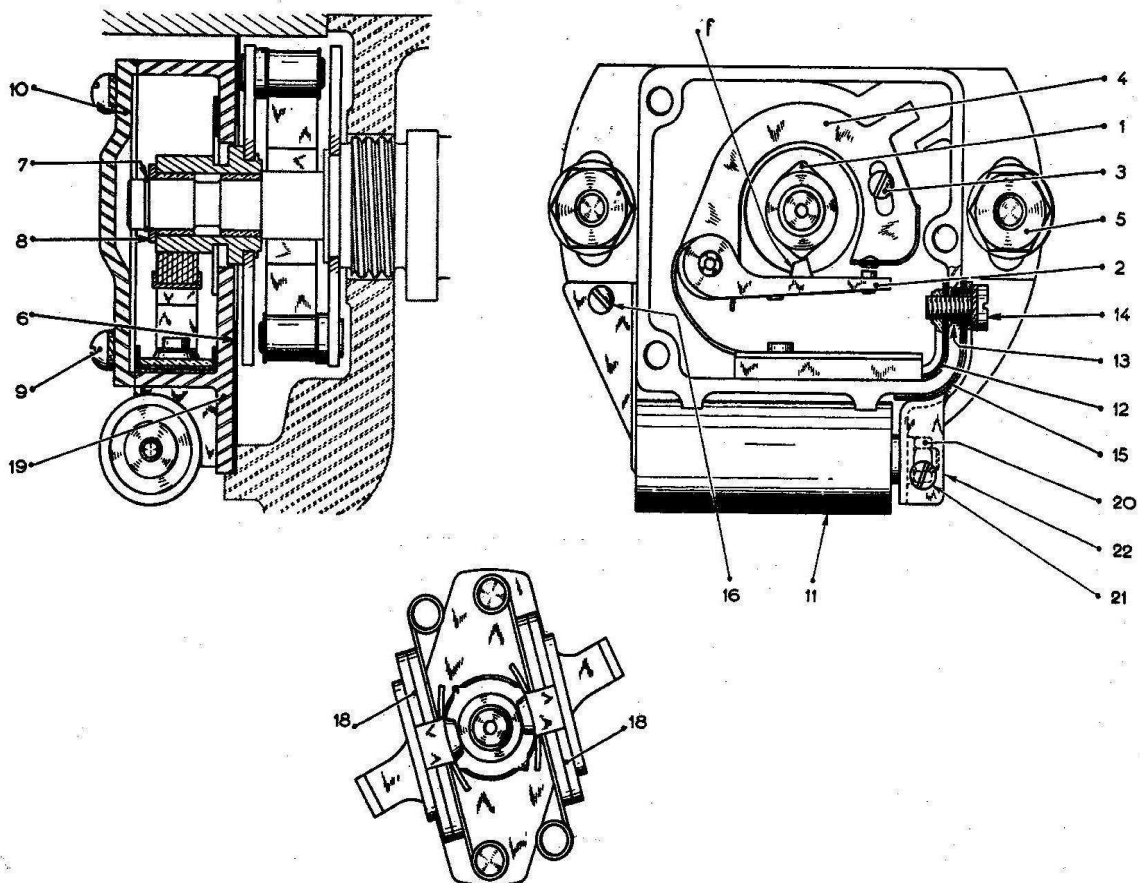

Fig. 16. Afbryderknast med kontaktsæt, kondensator og centrifugalvægte.
Ændring af tændingstidspunktet (grundindstillingen) finder sted ved drejning af kontakthuset, efter at man først har løst de to møtrikker (5) i fig. 16, på hvis bolte kontakthuset er monteret i langhuller. Efter justeringen foretages en ny kontrol, idet krumtapakslen drejes en hel omdrejning i normal omløbsretning.
Forinden grundindstilling foretages en kontrol og eventuel justering af kontaktafstanden. For at kunne ændre afstanden må man først løsne den faste kontaktarms skrue (3) fig. 16. Foran kontakterne er monteret et dæksel (10), fastholdt af skruerne (9). På de ældre modeller A og AU må man, forinden grundindstillingen kontrolleres og justeres, bringe centrifugaltægtene i neutral stilling med hånden. Arbejde på kontakthuset kan kun finde sted, efter at man har aftaget ventilatoren.